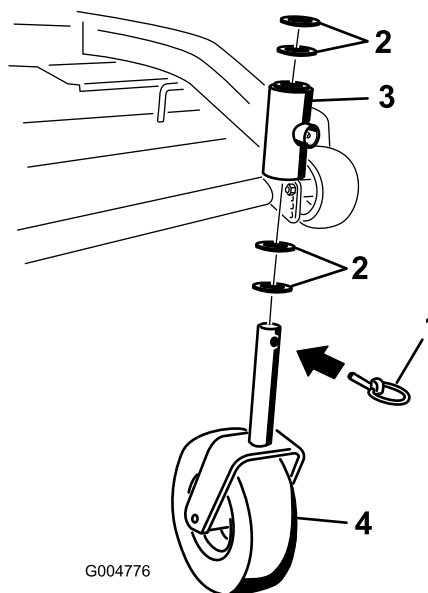

Рисунок 37
2. Снимите стопорный штифт и проставку (проставки) из верхней части вилки поворотного колеса (Рисунок 37).
6. Осмотрите вилки поворотных колес на наличие износа и при необходимости замените (Рисунок 37).
Примечание: Заново установите проставку (проставки) на вилку и закрепите стопорным кольцом (Рисунок 37).